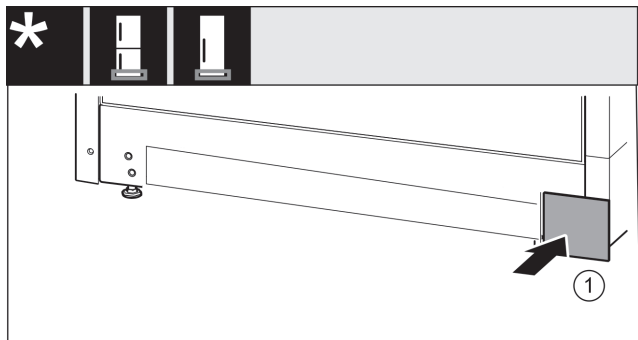

Fig. 37
- Τοποθετήστε ξανά το κάλυμμα στην άλλη πλευρά. Fig. 37 (1)